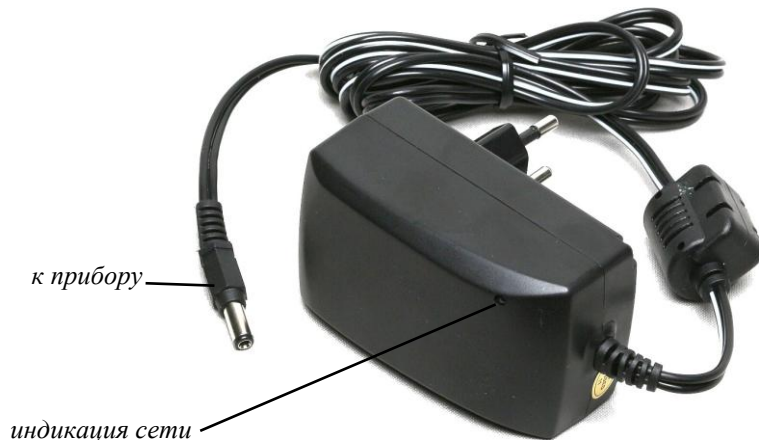

Рисунок 6.86
- подключить разъем блока питания-зарядки (рисунок 6.86) к соответствующему гнезду прибора;